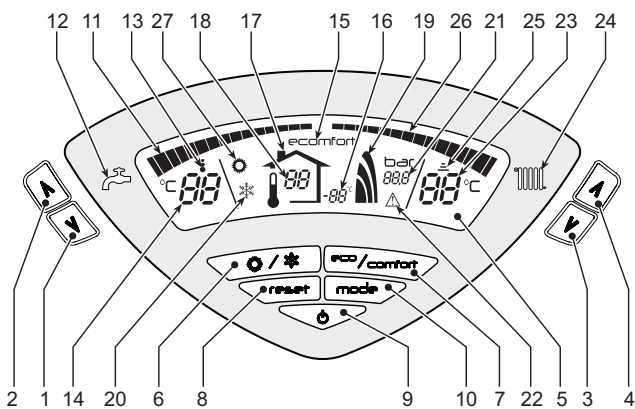
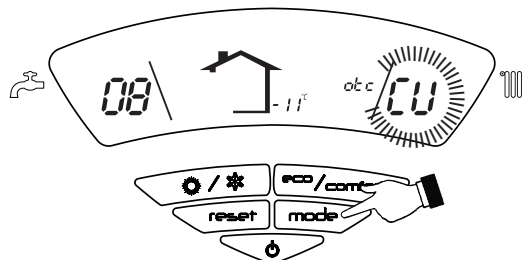

рис. 1 - Панель управления
рис. 11 - Кривая компенсации
Запрос на отопление (со стороны комнатного термостата или устройства ДУ с таймером) сопровождается миганием символа **Работы агрегата в режиме отопления** (поз.25 - рис. 1).
Индексные метки с подсветкой системы отопления (дет. 26 - рис. 1) загораются по мере приближения измеряемой датчиком температуры к заданному значению.
Запрос на горячее водоснабжение (в результате забора горячей воды) сопровождается миганием символа **Работы агрегата в режиме горячего водоснабжения** (поз. - рис. 1). Убедитесь, что функция Comfort (поз. 15 - рис. 1) находится в активном режиме
Индексные метки с подсветкой системы ГВС (поз. 11 - рис. 1) загораются по мере приближения измеряемой датчиком температуры к заданному значению.
При включенной системе нагрева воды в бойлере (заводская установка) на дисплее отображается символ режима COMFORT (поз. 15 - рис. 1); наоборот, если система нагрева выключена, на дисплее высвечивается символ режима ECO (поз. 15 - рис. 1)
Бойлер может быть выключен пользователем (режим ECO) нажатием кнопки eco/comfort (рис. 1 (поз. 7 -)). Для включения режима "КОМФОРТ" снова нажмите кнопку "Экономичный"/"Комфорт" (поз. 7 -),рис. 1
Нажмите кнопку **Вкл/Выкл** (поз. 9 - рис. 1) на 1 секунду.
Для повторного включения котла снова нажмите кнопку **Вкл/Выкл** (поз. 9 рис. 1) на 1 секунду.
- Нажмите кнопку **ВКЛ/ВЫКЛ** (9 - рис. 1)
Нажмите кнопку **Лето/Зима** (поз. 6 - 6 - рис. 1) на 1 секунду.
На дисплее высвечивается символ "Лето" (поз. 27 - рис. 1): При этом котел будет вырабатывать только воду для ГВС. Остается активной система антизамерзания.
Для выключения режима "Лето" вновь нажмите кнопку **Лето/Зима** (Поз. 6 - рис. 1) на 1 секунду.
Температура в системе отопления регулируется в пределах от 30 °C до 80 °C с помощью клавиш (поз. 3рис. 1 и 4 -).
Температура в системе ГВС регулируется в пределах от 10°C до 65°C с помощью клавиш (дет. рис. 11 и 2 -).
При установке внешнего датчика (опция) на дисплей панели управления (поз. 5 -) выводится рис. 1 текущая внешняя температура, измеряемая этим датчиком. При этом система управления котлом работает в режиме "Плавающая температура". В этом режиме температура воды в системе отопления регулируется в зависимости от внешних климатических условий с тем, чтобы обеспечить максимальный комфорт и экономию энергии в течение всего года. Так, при повышении внешней температуры понижается температура подачи воды в систему отопления, что производится по определенной "кривой погодозависимого регулирования".
В режиме плавающей температуры величина, заданная с помощью клавиш регулировки отопления (поз. 3 и 4 - рис. 1) , становится максимальной температурой воды системы отопления. Рекомендуется устанавливать ее на максимальную величину, чтобы позволить системе выполнять регулировку во всем полезном рабочем диапазоне.
При однократном нажатии на клавишу **Режим** (поз. 10 - рис. 1) отображается фактическая компенсационная кривая (рис. 11), которую можно изменить с помощью **клавиш системы ГВС** (поз. 1 и 2 - рис. 1).